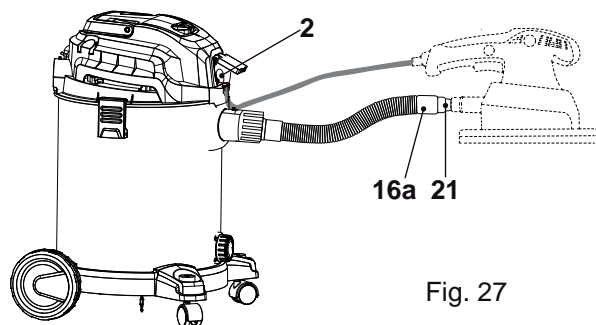

Fig. 27
para conseguir un entorno de trabajo limpio. Para usar la toma de sincronización, conecte el adaptador del tubo para herramienta eléctrica (21) a la agarradera del tubo (16a) con otra herramienta (Fig. 27).